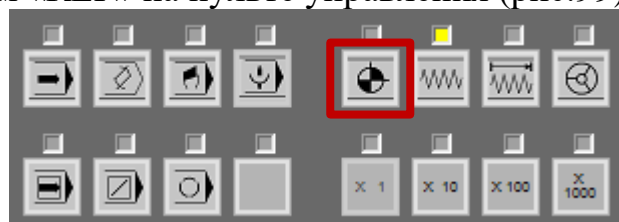

Рис.99. Кнопка «REF»
1. Выбрать режим «REF» на пульте управления (рис.99);